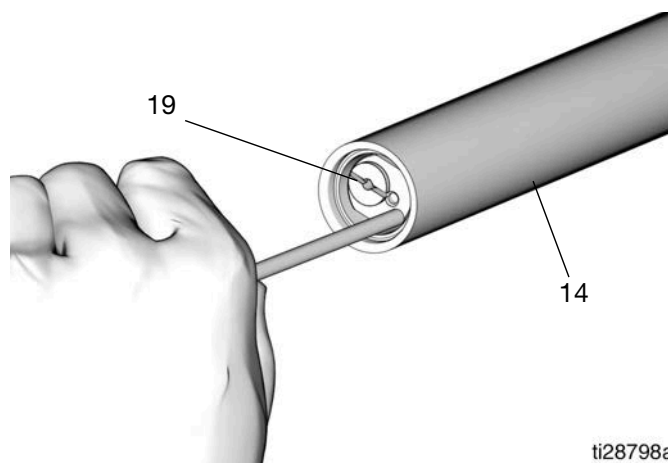

FIG. 28
3. Utilisez une longue tige en laiton ou en aluminium sans bords tranchants ou barbes pour pousser l'ensemble du clapet anti-retour (19) à sa place dans le tuyau de sortie (14) (FIG. 28).